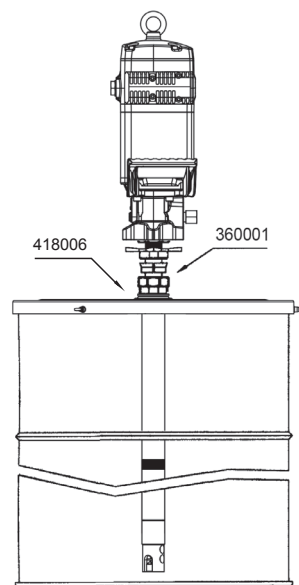

Fig. 2
- b. Installation avec couvercle (418006 pour fût de 185 kg) et adaptateur réglable (360001). Fixer le couvercle sur le fût et serrer l'écrou de l'adaptateur réglable au filet du couvercle. Introduire le tube par l'écrou et le placer à la hauteur désirée à l'aide de la fausse bonde (fig. 2).